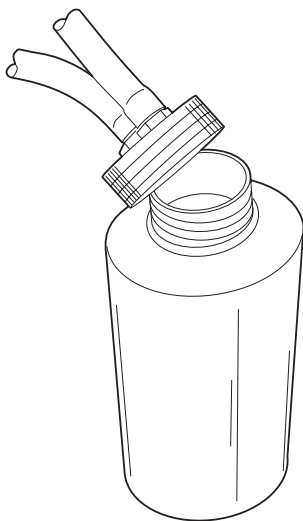

图 4-9 从盖子上取下除水阀瓶
1. 从盖子上拧下除水阀瓶，然后将瓶中的物品倒入合适的废液容器（图 4-9）。